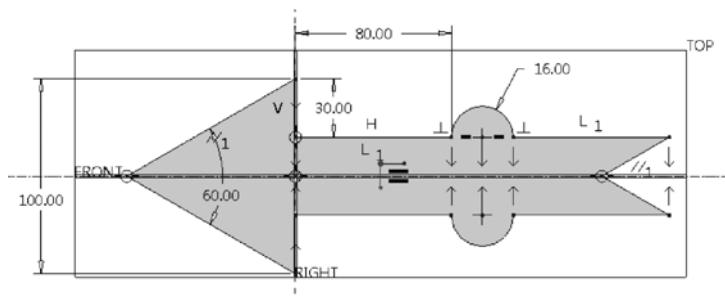

图 7-33 绘制填充边界曲线
- 5 绘制填充边界曲线,如图 7-33 所示。单击“确定”按钮.